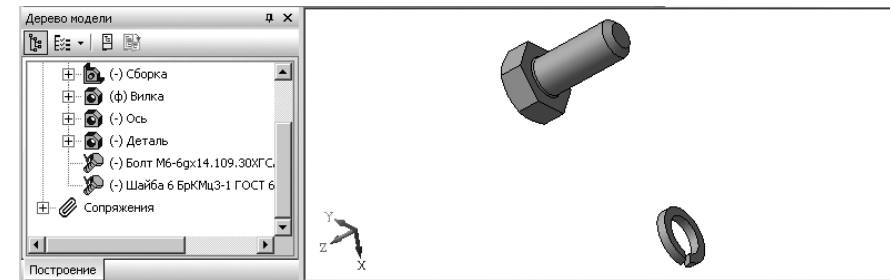

Рис. 6.72. Возможное состояние окна **Сборка** после изменения масштаба
- переместите указатель курсора, например, на торец стержня болта, нажмите левую кнопку мыши и, не отпуская ее, переместите указатель мыши вдоль стержня болта к головке болта, чтобы увидеть внутреннюю торцевую плоскость головки болта, а затем отпустите левую кнопку мыши для фиксации нового вида объектов сопряжения. Возможное состояние окна **Сборка** показано на рис. 6.72.